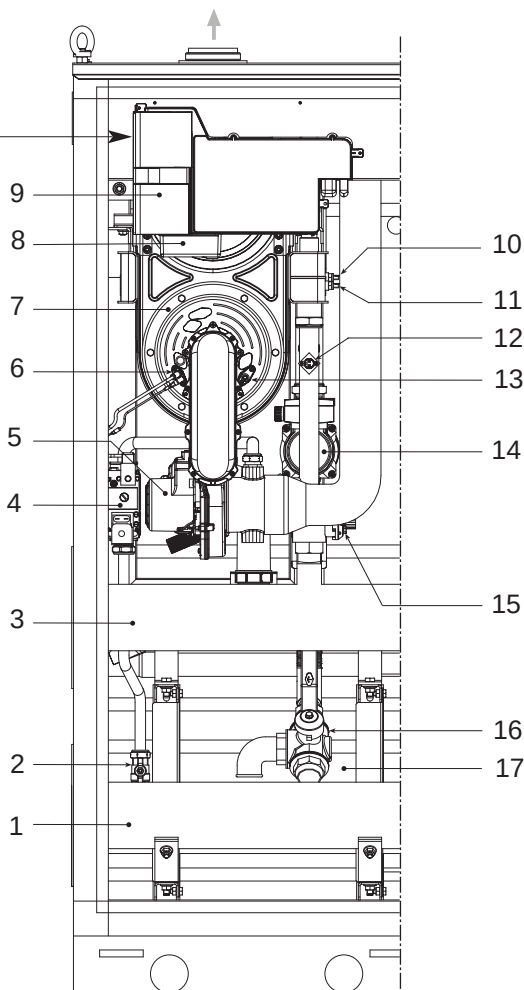

Fig. 3
1.6 PLACA DE DATOS TÉCNICOS (fig. 3/a)